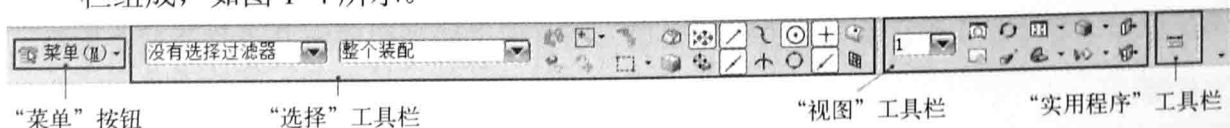

图 1-4 上边框条的组成
- 上边框条：上边框条位于功能区的下方、图形窗口的上方，由“菜单”按钮、**雪菜单(M)**、“选择”工具栏（可简称为选择条）、“视图”工具栏和“使用程序”工具栏组成，如图 1-4 所示。